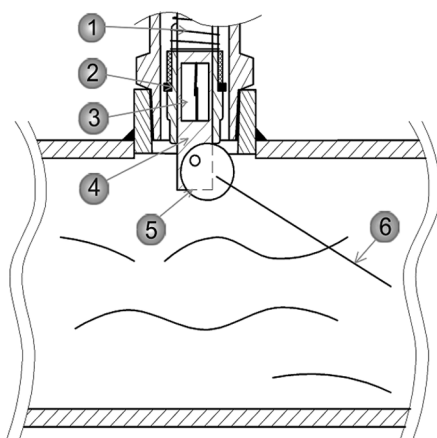

Рисунок 1.2. Герконовое реле замкнуто
При появлении потока, лопасть (6) отклоняется, эксцентрик (5) начинает толкать магнит, закрепленный на фторопластовом цилиндре (2), вверх по центральному стержню (4), до высоты, на которой контакты герконового реле замкнутся (рисунок 1.2), под действием магнитного поля.